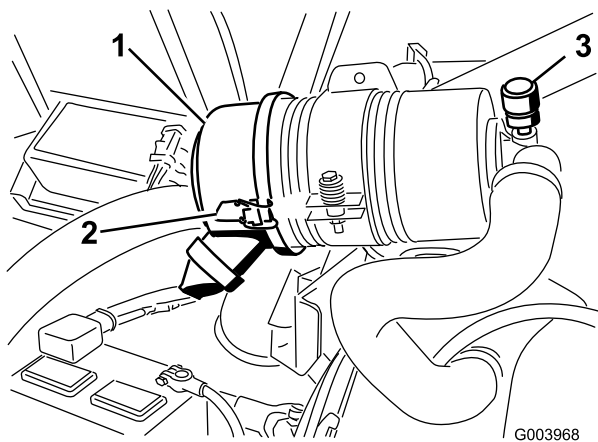

Рисунок 52
Обслуживание фильтра воздухоочистителя следует производить, только при соответствующих показаниях индикатора необходимости технического обслуживания (Рисунок 52). Замена воздушного фильтра без необходимости ведет лишь к повышению вероятности попадания грязи в двигатель при извлечении фильтра.
1. Отпустите защелки, фиксирующие крышку воздухоочистителя на его корпусе (Рисунок 52).